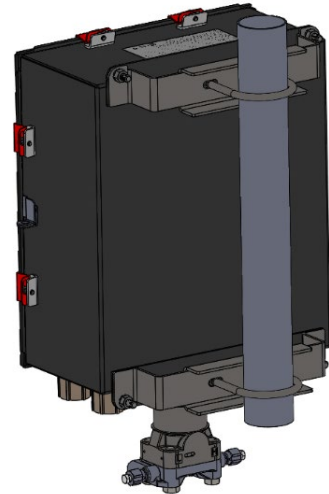

Figura 7. FB2100 (carcaça de alumínio)
2. O FB2100 é montado em um tubo ou poste de duas polegadas. Veja a *Figura 7*.